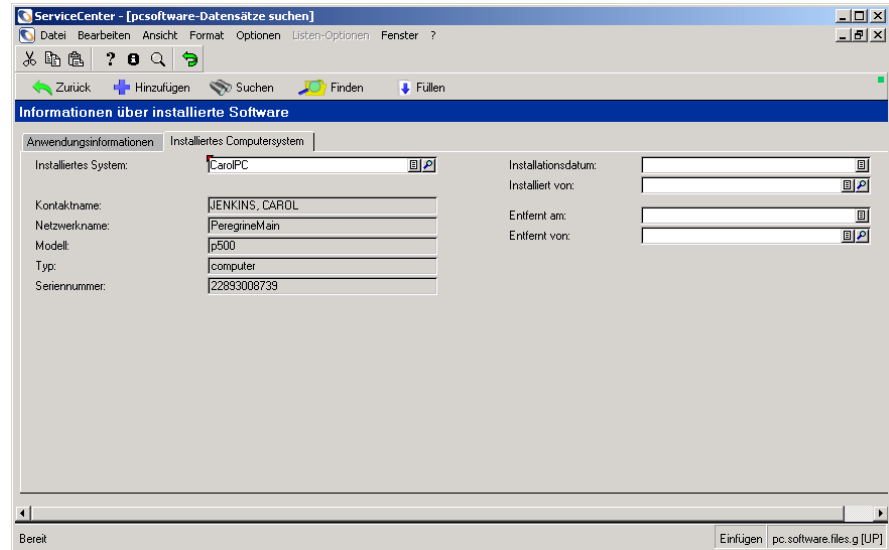

Abbildung 8-39: Formular „Informationen über installierte Software“
- 4 Klicken Sie auf das Register **Installiertes Computersystem** und geben Sie **CarolPC** im Feld **Installiertes System** ein (siehe Abbildung 8-39).